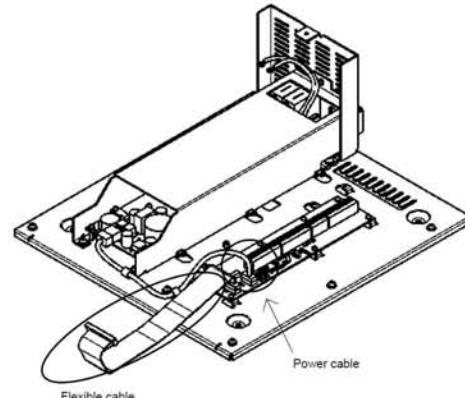

図 3 [Fig.3]
- 1) フレキシブルケーブルをコネクタ(J2)から外します。次に、電源ケーブル(J1)をコネクタから外します。(図 3)
Remove the flexible flat cable from the connector (J2), and then remove the power cable from the connector (J1). [Fig.3]
- 2) ターミナルユニットを固定している 8 本のビスを緩め、ターミナルユニットを取り外します。(図 3)
Loosen the screws (eight places) fixing the Terminal unit, and then remove the Terminal unit. [Fig.3]